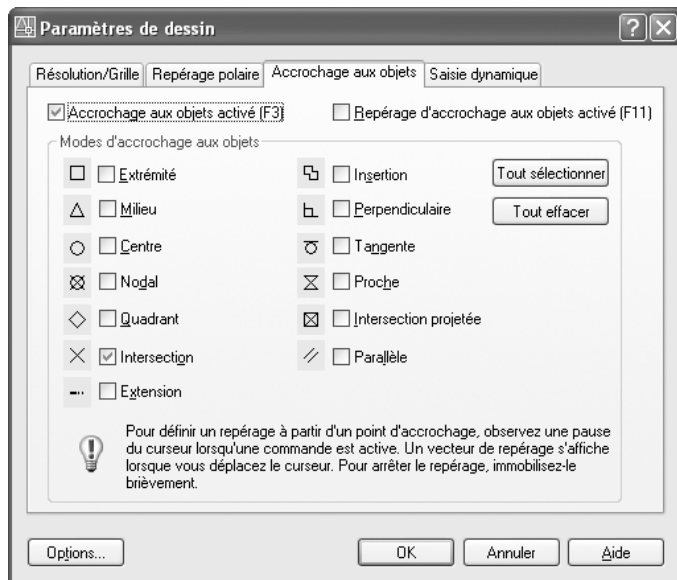

Fig.4.8
- 6 Pour pouvoir pointer avec précision des points caractéristiques (par exemple des intersections) se trouvant sur les lignes de construction, il existe une série d'outils accessibles à partir de l'option **Accrochage aux objets** (Object Snap Settings) de la barre d'état d'AutoCAD. Dans la boîte de dialogue qui s'affiche à l'écran, il convient d'activer le champ situé à gauche de **Intersection** et de confirmer par OK (fig.4.8). Cet outil permet de pointer avec précision l'intersection de deux objets.